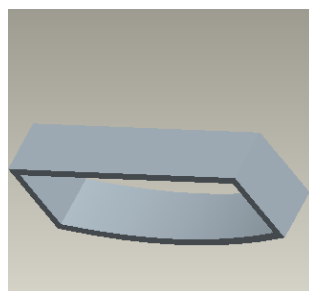

图 1-16 关闭显示按钮后的效果
(13) 观测形状复杂的零件图时, 请读者关闭窗口上方工具栏中的“旋转中心开/关”按钮, “基准平面开/关”按钮, “基准轴开/关”按钮, “基准点开/关”按钮和“坐标系开/关”按钮, 这样观测效果会更好 (见图 1-16)。